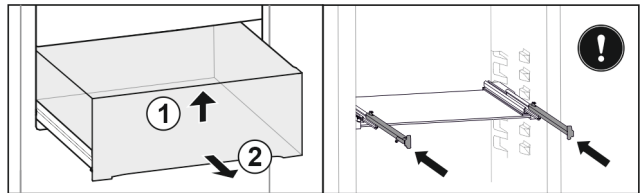

Fig. 82
- ▶ Приподнимите выдвижной ящик спереди. Fig. 82 (1)
- ▶ Извлеките выдвижной ящик движением вперед. Fig. 82 (2)